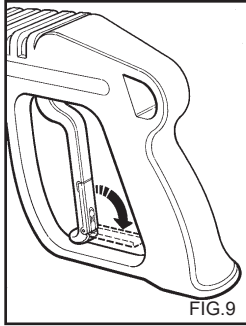

FIG.9
- Cuando no utilice la hidrolimpiadora, cierre el dispositivo de seguridad de la empuñadura (fig. 9).